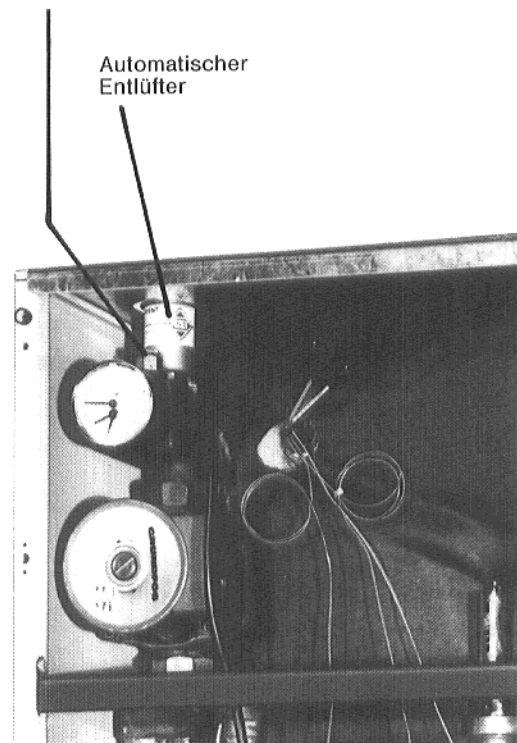

Abb. 54
3. Handentlüfter und automatischer Entlüfter ausdichten (Abb. 54).